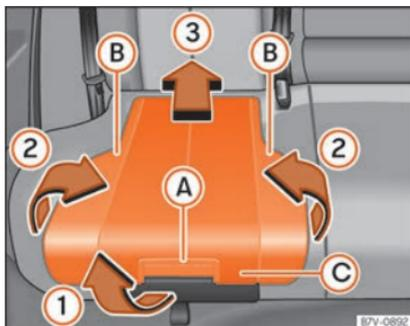

Fig. 95 Cadeira de crianças integrada: levantar a almofada.
- Puxe a almofada para a frente através do manípulo de desbloqueio »» **Fig. 95 (A)** na direção da seta »» **Fig. 95 (1)**.
- Dobre para cima ambos os lados »» **Fig. 95 (B)**, no sentido da seta »» **Fig. 95 (2)**.
- Empurre para trás a almofada »» **Fig. 95 (C)** na direção da seta »» **Fig. 95 (3)** até que encaixe.